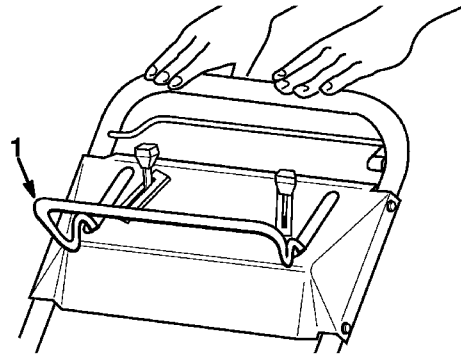

Figure 17
- Relâcher la barre de commande de la lame (Fig. 17). Le moteur et la lame s'arrêteront. Dans le cas contraire, consulter immédiatement votre concessionnaire.